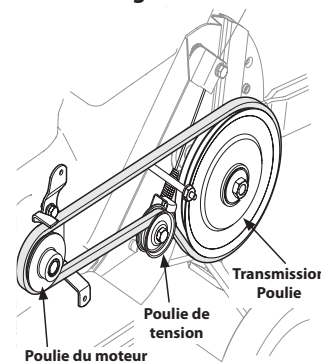

Figure 22
**NOTE :** Lors du remontage, assurez-vous que le garde-poulie soit placé comme indiqué à la Figure 22. Prenez soin de bien aligner l'encoche du garde-poulie avec le support de la poulie lorsque vous installez la courroie neuve.